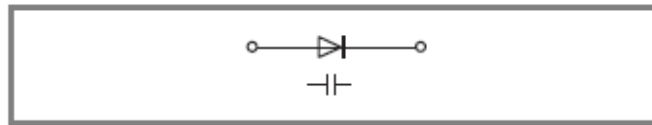

Figure 4.8 - Symbole normalisé d'une diode à capacité variable.
- Ce qui est intéressant pour les applications, c'est que cette capacité interne de la diode varie avec la tension appliquée au composant. On peut ainsi obtenir des condensateurs variables commandés par une tension. Toutefois, les capacités restent faibles (quelques dizaines de picofarads). Des diodes sont spécialement prévues pour cet usage : les diodes à capacité variable, souvent nommées varicap. On les représente par leur symbole normalisé (*figure 4.8*) ou par un autre schéma (*figure 4.9*).